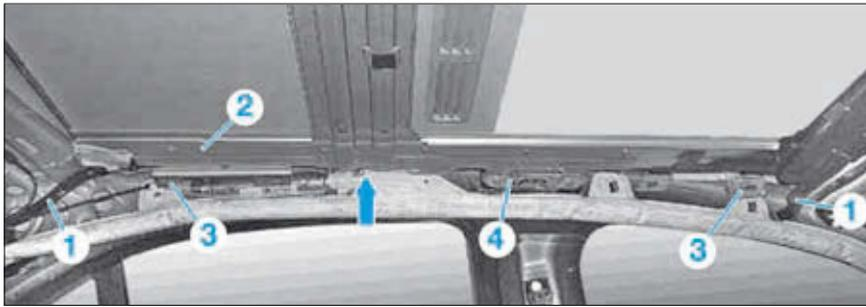

FIG. 59
- De chaque côté, débrancher les tuyaux d'écoulement d'eau (1) du cadre de toit ouvrant (2) (Fig.59).
- la fixation de la poignée de maintien (3),
- la console (4).